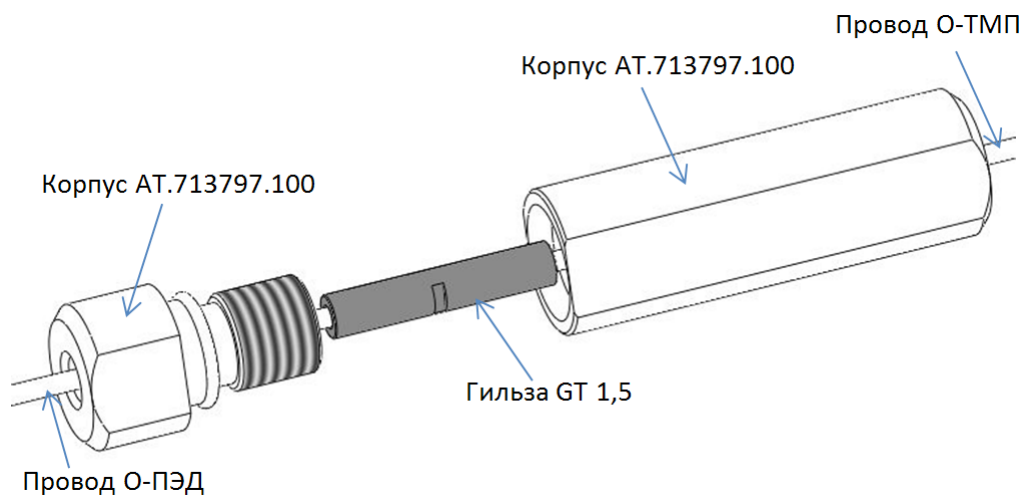

Рисунок 2 - Безпаечное соединение кабеля 0-ТМП с 0-ПЭД (общий вид)
- пропустить через корпус АТ.713797.100 провод 0-ТМП и через корпус АТ.713797.101 провод 0-ПЭД (см. Рисунок 2)
4.1.2.3 Подсоединение кабелей встроенного датчика двигателя ПЭД к ТМП выполнить по подобию п. 4.1.2.2 и см.рис.2.